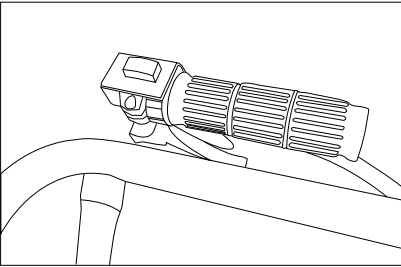

Рис.7
4. Встановіть перемикач запалювання в положення "ВКЛ" (Рис.7).